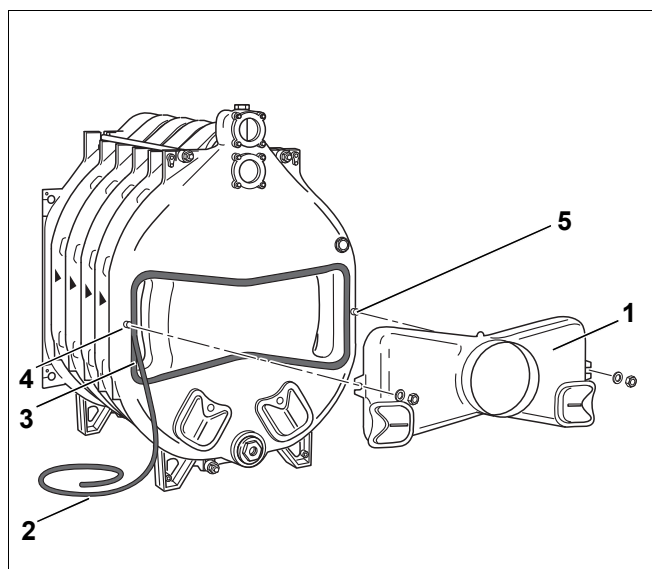

Рис. 24 Монтаж коллектора дымовых газов
Для уплотнения соединений между котлом и коллектором дымовых газов (рис. 24, [1]) применяется шнур КМ (рис. 24, [2]).
- ▶ Плотно вдавите шнур КМ в паз. Уплотнительный шнур нужно уложить так, чтобы стык шнура находился в боковом пазу (рис. 24, [3]).
- ▶ Установите коллектор дымовых газов на четыре шпильки на задней секции (рис. 24, [4] и [5]) и закрепите гайками с шайбами.